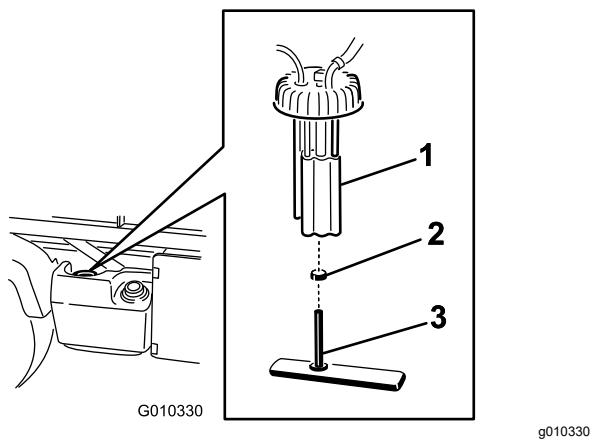

Figura 38
2. Desligue os conectores da cablagem da bomba de combustível (Figura 38).
3. Desaperte a braçadeira e desligue o tubo de combustível da tampa da bomba de combustível (Figura 38).
4. Remova a tampa da bomba de combustível da parte superior do depósito de combustível (Figura 38).
5. Retire o conjunto da bomba de combustível e o filtro de combustível do depósito (Figura 38).
7. Retire o tubo da união (Figura 38).